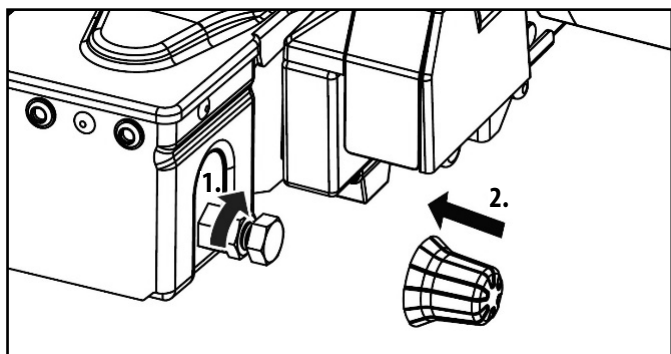

Figure 16: Mise en place du système de fermeture rapide
- Serrez le contre-écrou (Fig. 16).